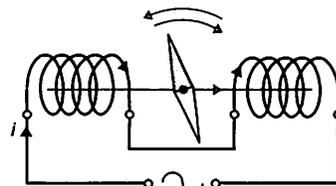

Fig. 18 : Un choc sur l'aiguille aimantée dans un sens ou dans l'autre permet d'obtenir sa rotation.
5.1. Principe de fonctionnement (fig. 18)